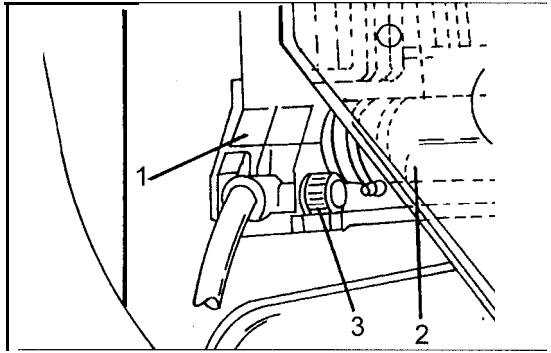

Bild 183
- Das Kühlmittel an der Unterseite des Kühlers ablassen. Bild 183 zeigt wo sich die Ablassschraube befindet, falls Sie die Arbeit das erste Mal durchführen. Bei beiden Motorenausführungen sieht es da gleich aus. Das Kühlmittel in einen untergestellten Behälter laufen lassen.